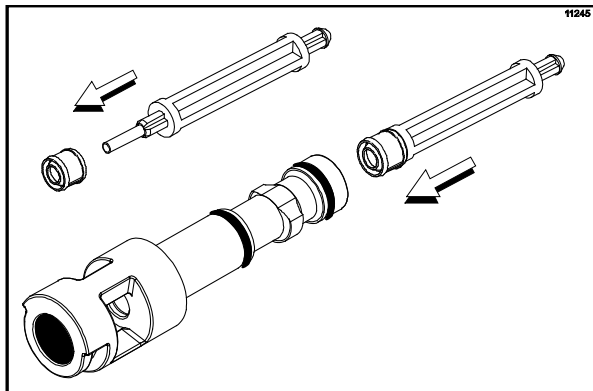

Рис. 109
**Внимание!** убедитесь в том, что уплотнение вала спиннера правильно установлено в канавке. Если уплотнение на валу спиннера износилось, отсутствует или установлено неправильно, это будет приводить к утечке продукта через верх раздаточного крана. (См. рис. 109.)